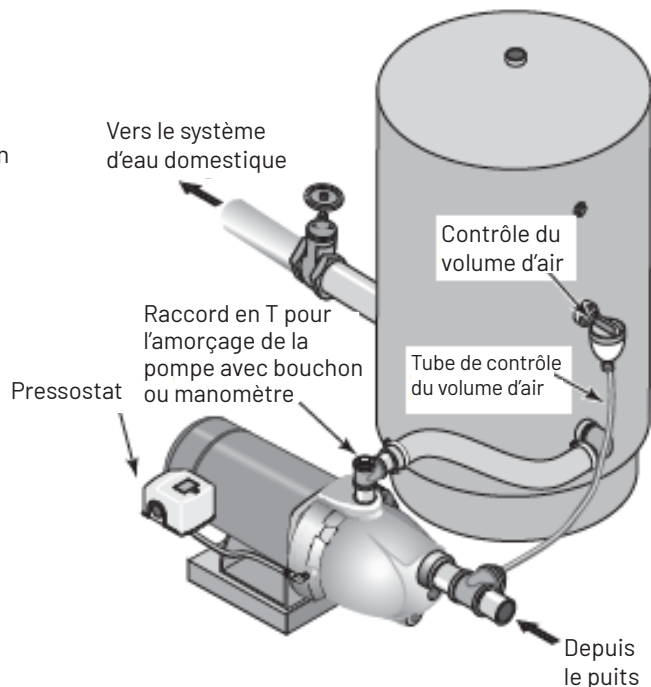

Figure 5 : Raccords du réservoir standard
1. Installez un raccord en T dans l'orifice de refoulement de la pompe (figure 5).